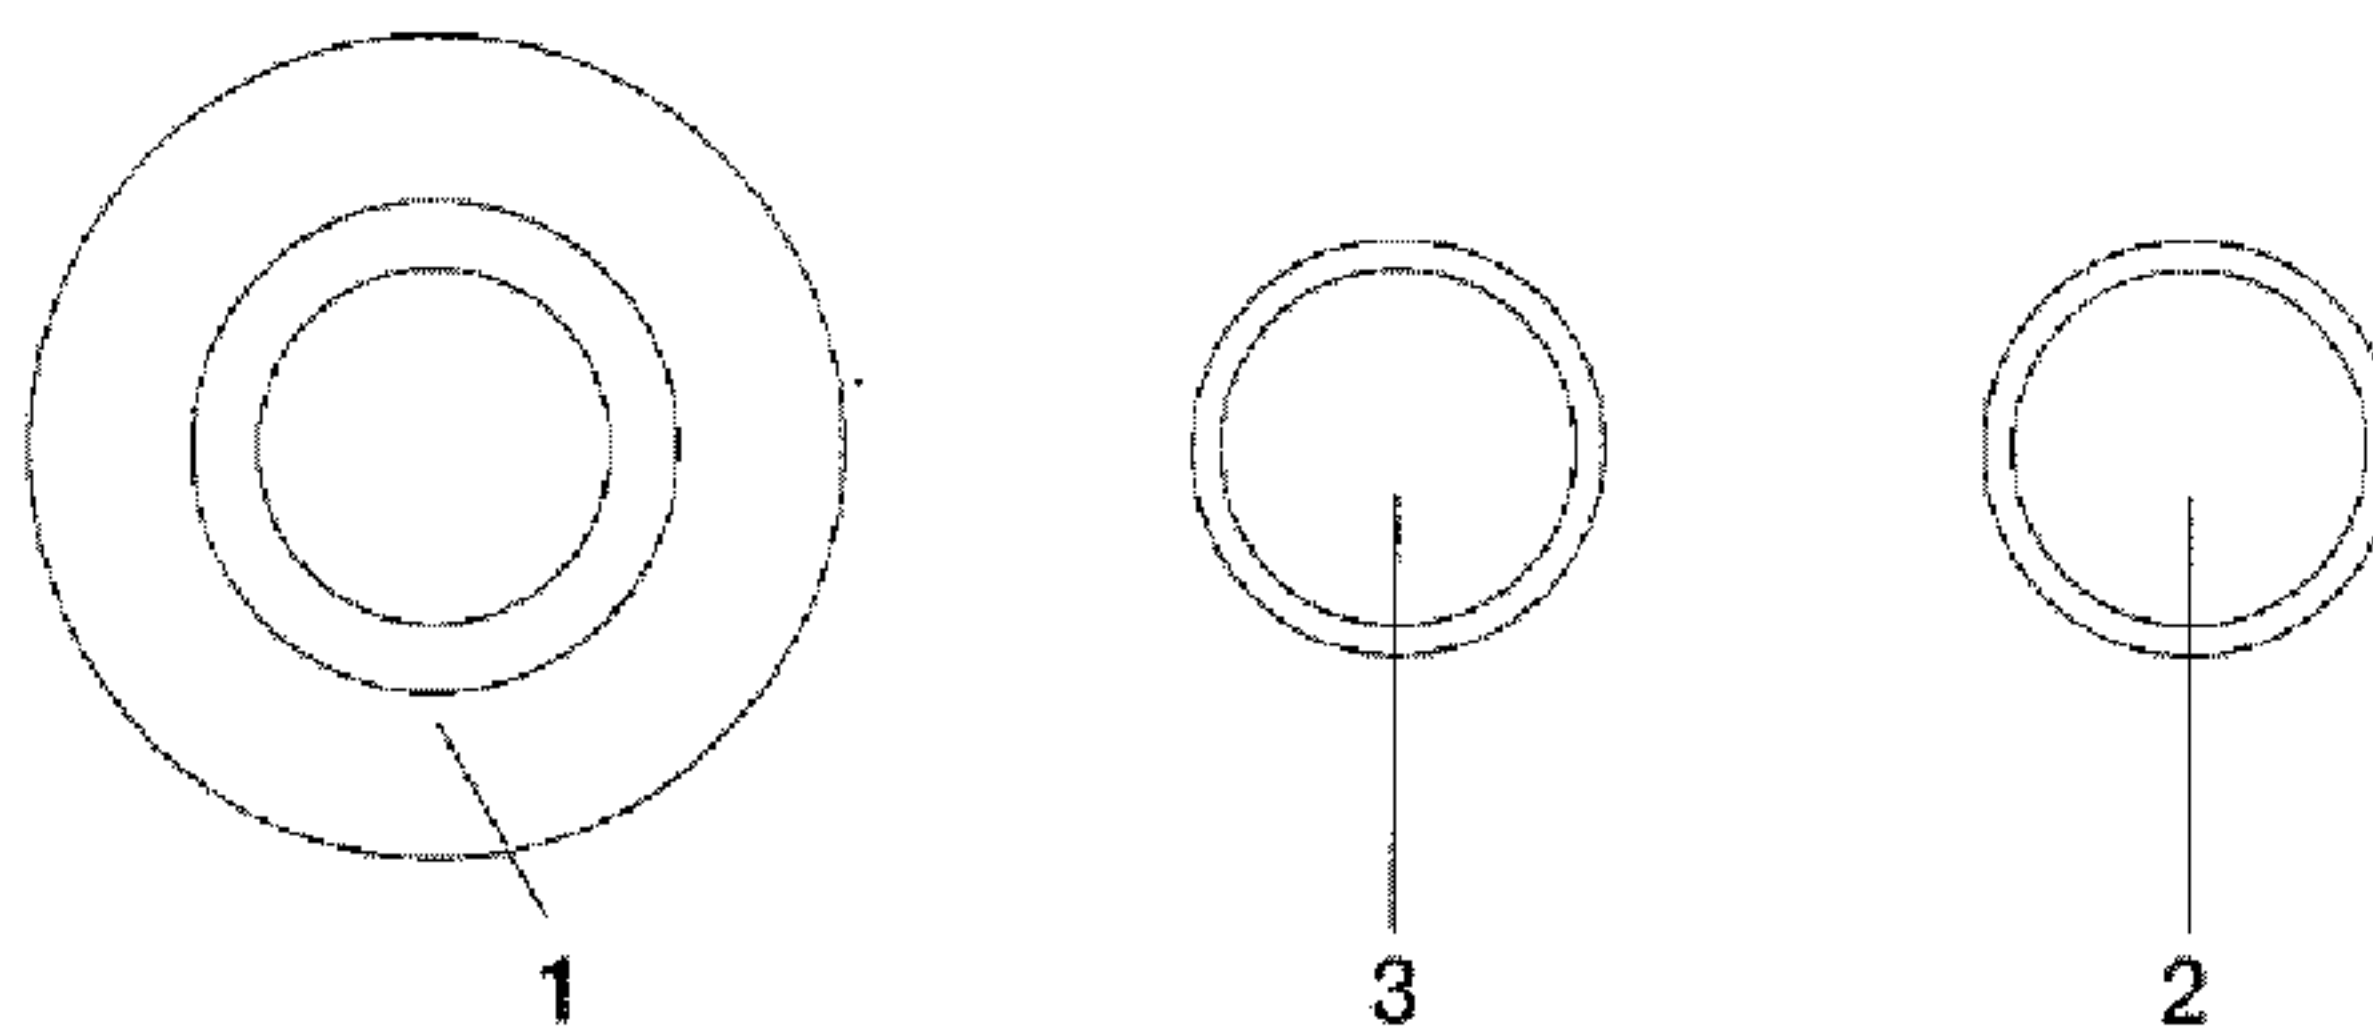

Рис.6. 1-скоростная панель управления
1. Аварийная кнопка: она в любой момент останавливает чашу и вращение спирали до следующего отключения (рис.6 – п.1)
2. Пусковая кнопка: запускает машину, когда отпускается заграждение и отпускается аварийная кнопка (рис.6 – п.2)
3. Индикаторная лампочка электрической сети (рис.6-п.3)